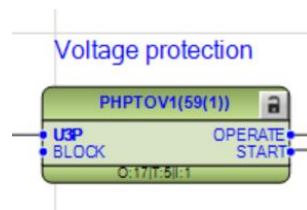

Imagen 441_Protección con nomenclatura ANSI.
Para comprobar los cambios nos dirigimos al apartado de protecciones dentro de nuestro programa y podemos observar en la **Imagen 441** que ahora además de aparecer el tipo de función que se está usando también se muestra la protección en nomenclatura ANSI, es este caso con el número 59(1) que es una protección de sobretensión.